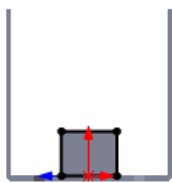

图 12.5.23 边线一法兰 3 草图
(3) 定义法兰参数。
① 定义法兰角度值。在 **角度(A)** 区域的  文本框中输入角度值 90.0。
② 定义长度类型和长度值。在“边线法兰”对话框**法兰长度(L)**区域的  下拉列表中选择 **给定深度** 选项, 在  文本框中输入深度值 1.0。
③ 定义法兰位置。在 **法兰位置(N)** 区域中单击“折弯在外”按钮 。
(4) 单击  按钮, 完成边线一法兰 3 的初步创建。
(5) 编辑边线一法兰 3 的草图。在设计树的  **边线-法兰3** 上右击鼠标, 在弹出的快捷菜单中单击“编辑草图”按钮 , 系统进入草图环境。绘制图 12.5.23 所示的草图。退出草图环境, 此时系统完成边线一法兰 3 的创建。